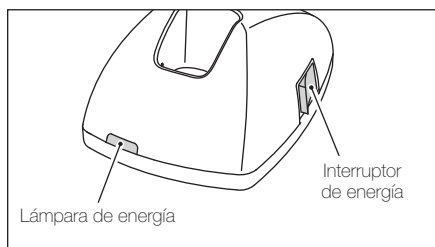

Fig. 2
2. Conecte la ficha del cable de energía en el tomacorriente. Conecte el interruptor de energía. Verifique que en este caso se encienda la lámpara de energía (Fig. 2).